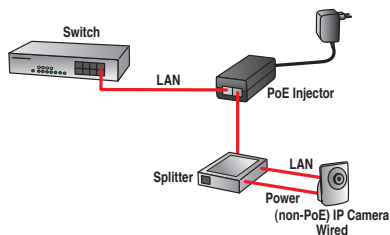

Fig. 1
- Per i **dispositivi Ethernet** collegare la porta DATA OUT alla porta di LAN dell'apparato non-POE (Fig. 1)